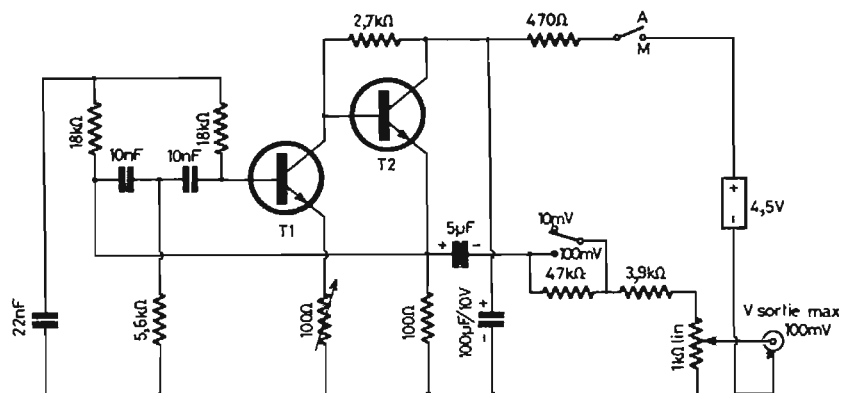

Fig. 7 - Générateur 1 kHz à double T.
pièce (E) sont fournies à la figure 7. Il s'agit d'une équerre percée de six trous lesquels recevront les prises DIN d'entrées.
Nous avons représenté sur la figure 7 deux versions simples de réalisation d'un oscillateur 1 kHz à double T.